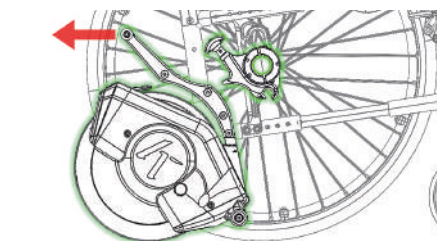

Figura 31
- Il TWIST R è adesso scollegato ed è possibile rimuoverlo afferrandolo per la sua maniglia e tirandolo indietro (Figura 31).